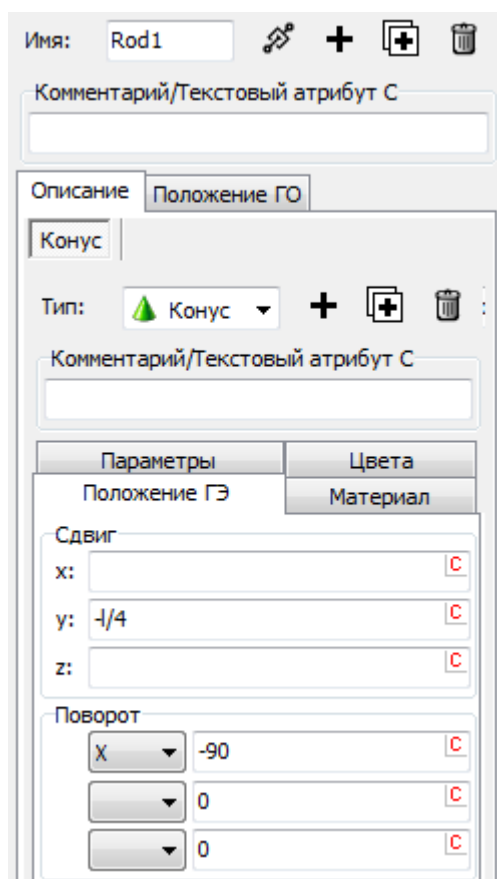

Рис. 3.2. Задание положения и ориентации ГЭ Rod1
3. Перейдите на вкладку **Положение ГЭ**. В поле **Сдвиг | у** введите $-l/4$. В группе **Поворот** выберите ось **X** и задайте значение **-90**, рис. 3.2.